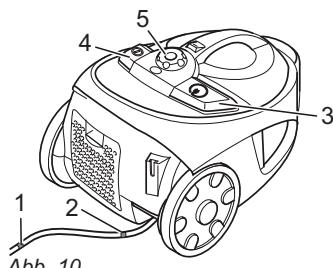

Abb. 10
2. Ziehen Sie das Kabel am Stecker bis zur gelben Markierung (Abb. 10/1) heraus.
Falls die rote Markierung (Abb. 10/2) sichtbar ist, ziehen Sie das Kabel mithilfe der Kabelauflötlage (Abb. 10/3) wieder bis zur gelben Markierung ein. Ansonsten kann das Kabel abreißen. Es besteht Stromschlaggefahr!
3. Schalten Sie den Bodenstaubsauger am Ein-/Ausschalter (Abb. 10/4) ein.
5. Stellen Sie am Saugleistungsregler (Abb. 10/5) die Saugleistung ein.